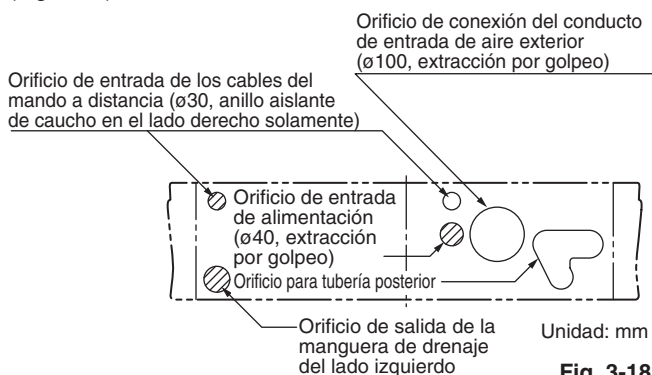
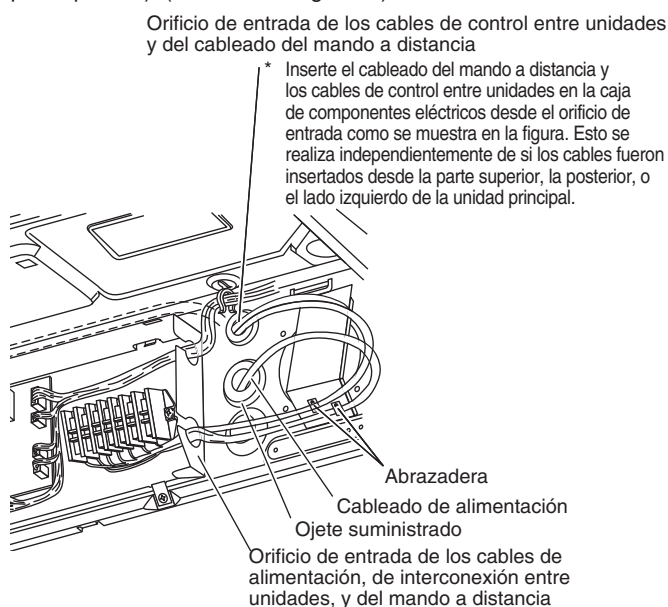

Fig. 3-18
Fig. 3-23
En la parte posterior derecha del panel superior de la unidad interior existe un orificio (de extracción por golpeo) de conexión de conducto para aspirar aire fresco. Si es necesario aspirar aire fresco, retire la cubierta abriendo el orificio y conectando el conducto a la unidad interior a través del orificio de conexión. (Fig. 3-18)
- * Cuando enrute la tubería a través de los lados superior o derecho, extraiga las partes apropiadas del panel superior y corte muescas en el panel lateral (Fig. 3-18).
Los orificios de entrada de alimentación se encuentran en la parte superior y en la posterior. Los orificios de entrada de los cables del mando a distancia se encuentran en la parte superior y en la posterior (para utilizarse con el mando a distancia con cables). Para más información, consulte la Fig. 3-18. Si desea conocer el método utilizado para insertar el cableado, consulte la Fig. 3-23. Conecte el ojete suministrado al orificio de entrada del cableado de alimentación con material adhesivo (se adquiere por separado). (Consulte la Fig. 3-23)